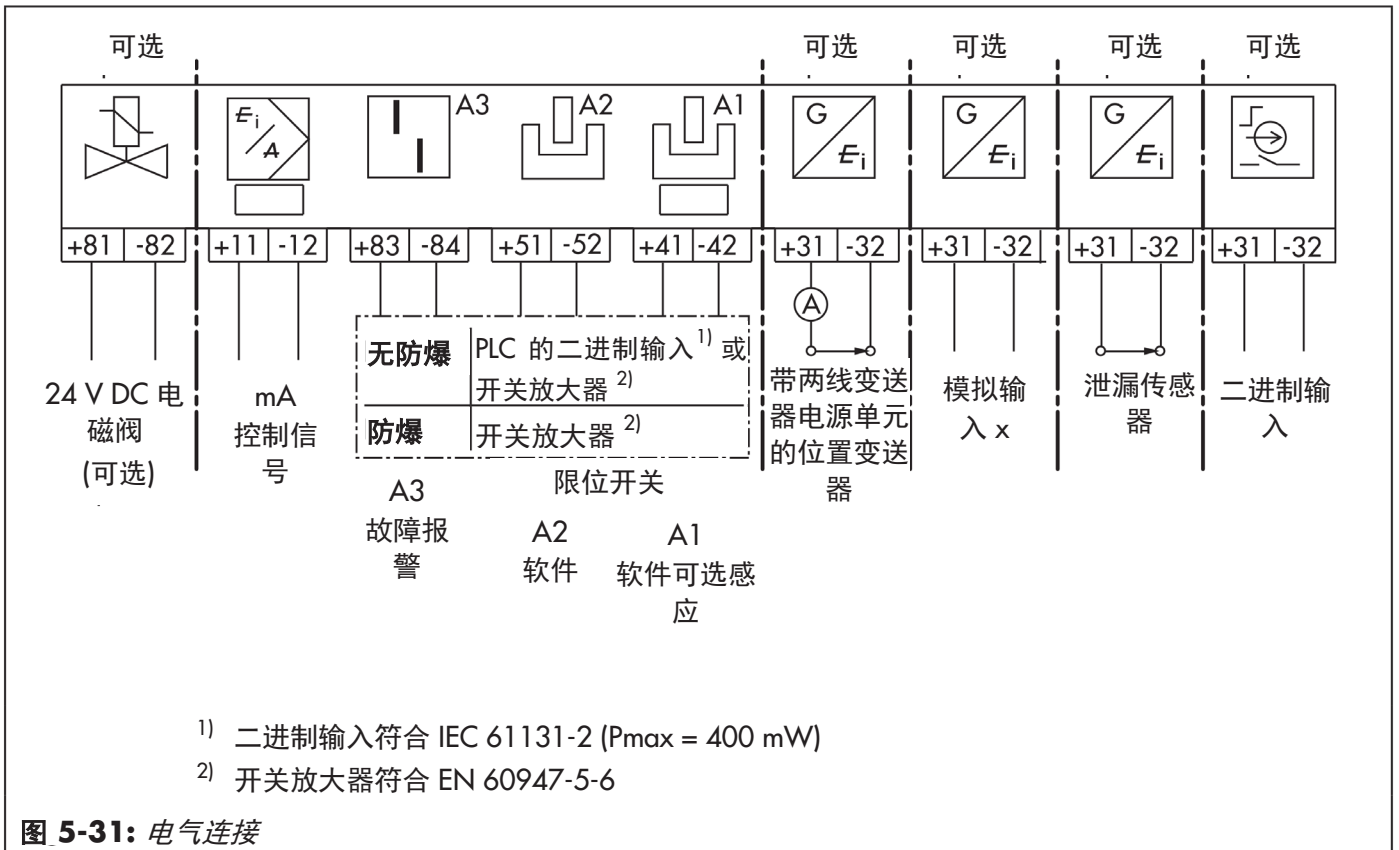

图 5-31: 电气连接
请参阅图 5-31 或接线盒上的标签。
- 如图 5-31 所示连接电源 (mA 信号)。